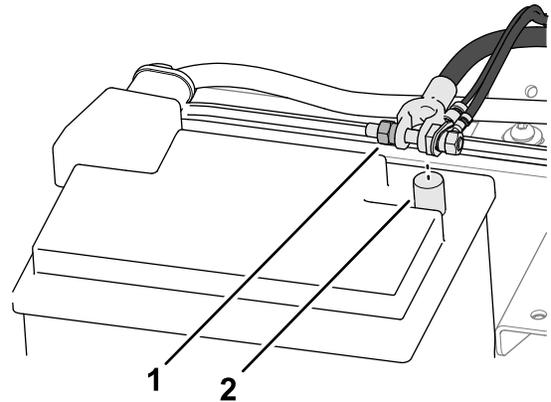

Bild 6
1. Lösen Sie die vordere Mutter der Kabelklemme am Minuspol der Batterie (Bild 6).